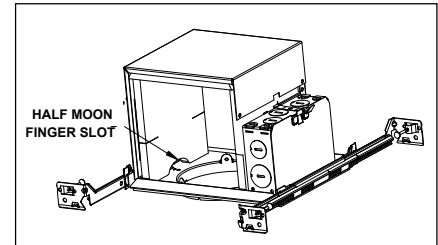
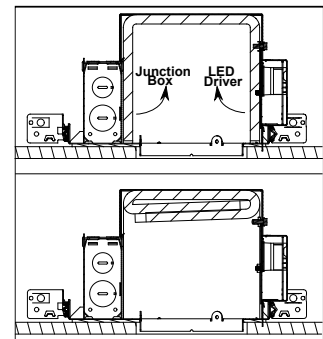

Figure 10
Figure 11
Step 4. Lift fire barrier flap on the side with the red and black wires protruding (red and black wires indicate driver location). The bottom of the flap will have a half moon finger slot for easy lifting (Fig. 10). Before lifting the flap, make sure the wires are pushed out of the wire slots provided in the flap to prevent tearing the fire barrier (Fig. 11). This will allow access to the LED driver.
Paso 4. Levante la aleta de la barrera contra incendios por el lado donde sobresalen los cables rojo y negro (los cables rojo y negro indican la ubicación del controlador). La parte inferior de la aleta tendrá una ranura para dedos en forma de media luna para levantarla fácilmente (Fig. 10). Antes de levantar la aleta, asegúrese de empujar los cables fuera de las ranuras para cables provistas en la aleta para evitar que se rompa la barrera contra incendios (Fig. 11). Esto permitirá acceder al controlador del led.